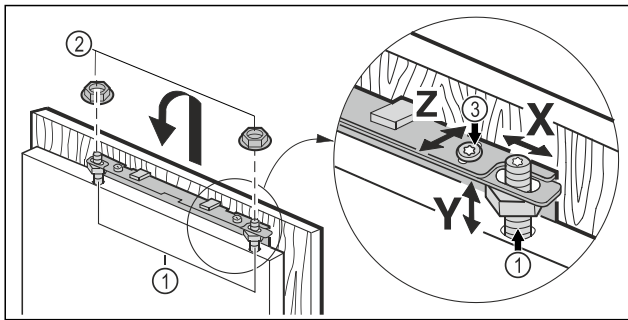

Fig. 46
- ▶ Окачете вратата на шкафа на настройващите болтове Fig. 46 (1) и хлабаво завийте контрагайките Fig. 46 (2) на настройващите болтове.
- ▶ Регулиране вратата на шкафа по височина Y и по страничен наклон: Регулирайте настройващите болтове Fig. 46 (1) с отвертка.
- ▶ Затегнете контрагайката Fig. 46 (3).